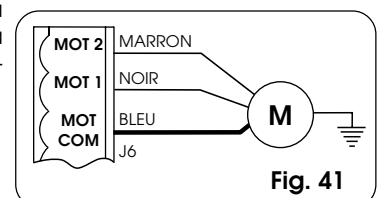

Fig. 41
Vérifier que le câblage du moteur correspond à la Fig. 41 (connexion standard).
**Remarque:** si, à la première impulsion d'OPEN, le portail ne se déplace pas dans la direction souhaitée, inverser les fils MARRON et NOIR du moteur sur le connecteur J6 (Fig. 41).